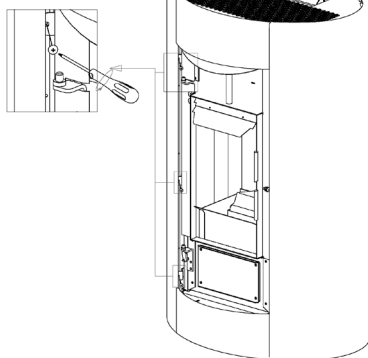
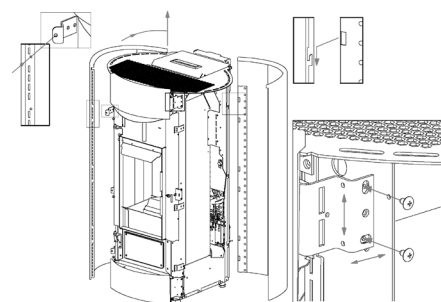

Fig. 59 - Tand
Fig. 60 - Regelingen
- Voor de montage in omgekeerde zin te werk gaan. De frontpanelen kunnen zowel verticaal als horizontaal geregeld worden zodat ze overeenstemmen met de zijpanelen (zie **Fig. 59** en **Fig. 60**).